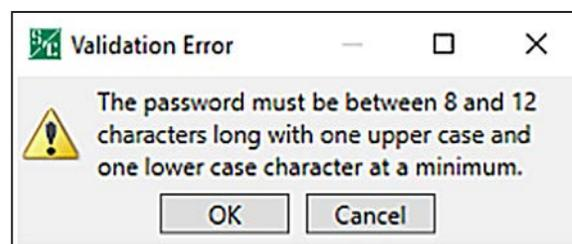

Figura 111. Caixa de diálogo de Erro de Validação.
PASSO 6. Se a senha não for validada com sucesso, é exibida a caixa de diálogo Validation Error (Erro de Validação). Ver Figura 111. Clique no botão **OK** para uma nova tentativa de alteração da senha. Vá para o Passo 3 na página 193.